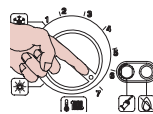

Figura 7.4
- Ruotare il selettore 3 come in Figura 7.4.